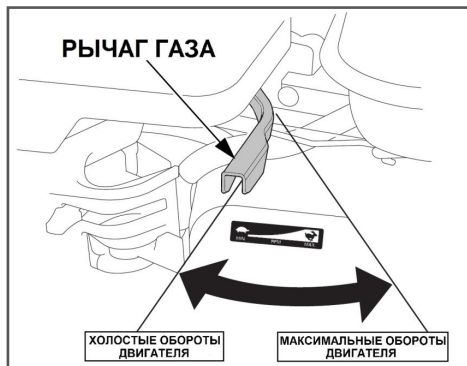

Рис. 23 Положения рычага газа
4. Переведите рычаг газа на 1/3 хода в сторону положения максимальных оборотов двигателя (Рис. 23).